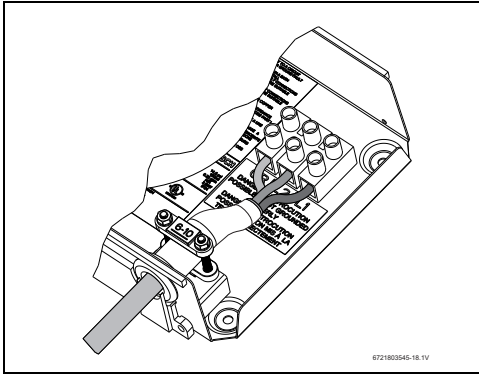

Fig. 10
- ▶ Conecte los cables al bloque terminal y a la clavija de tierra (Fig. 10).